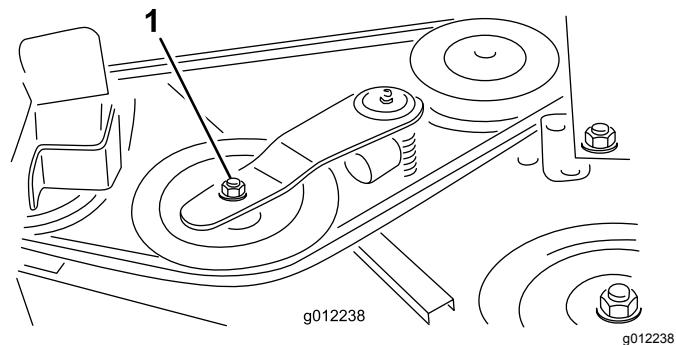
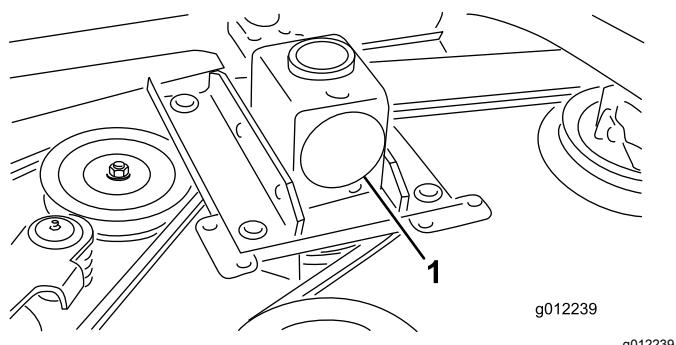

図 30
図 31
- トルクレンチなどの工具を使ってアイドラプーリ図 30をベルトから引き離してベルトの張りをなくし、ベルトをギアボックスのプーリ図 31から外す。